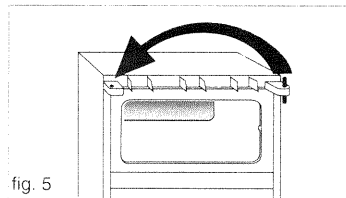

fig. 5
- 9- Déplacez l'axe de pivot supérieur dans le logement de gauche (fig. 5).